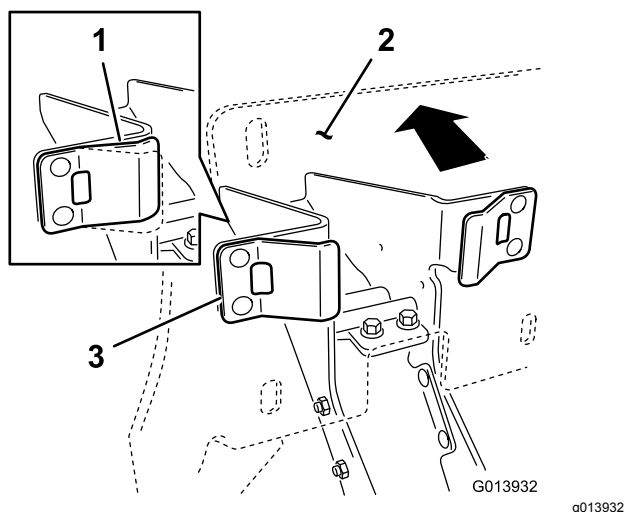

Рисунок 19
4. Убедившись, что пластмассовые упоры вошли в контакт с пружинными выступами, приложите достаточное усилие к узлу опорной пластины люльки, чтобы сжать пружинные выступы наполовину их хода (Рисунок 19).